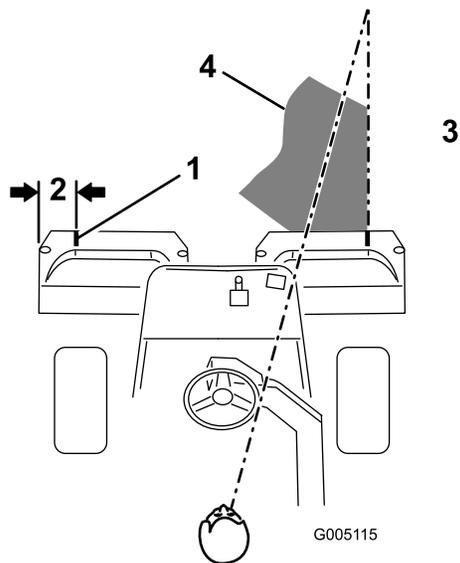
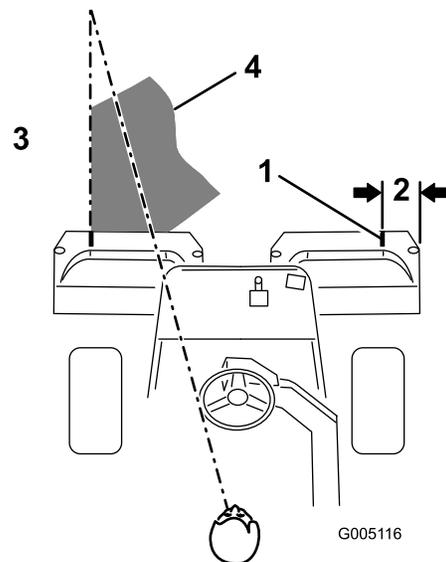

Bild 42
Bild 43
- Bringen Sie einen Streifen weißes Isolierbands an jedem Korb an, oder zeichnen Sie eine Linie. Das Isolierband bzw. die Linie sollten parallel mit der äußeren Kante jedes Korbs verlaufen (Bild 42).
3. Wenn Sie zurückfahren, sollte der neue Mähgang den ersten ein klein wenig überlappen. Damit Sie in einer möglichst geraden Linie über die Grünfläche fahren können und einen gleichmäßigen Abstand zum zuvor gemähten Rasenstück einhalten können, sollten Sie sich eine imaginäre Sichtlinie ungefähr 1,8 bis 3 m vor der Maschine bis zum Rand des noch ungemähten Teils der Grünfläche vorstellen (Bild 42 und Bild 43). Manche Leute finden es auch hilfreich, die äußere Kante des Lenkrads in die Sichtlinie mit einzubeziehen, d.h. sie halten das Lenkrad in einer Linie mit einem Punkt, der immer im gleichen Abstand von der Vorderseite der Maschine bleibt (Bild 42 und Bild 43).